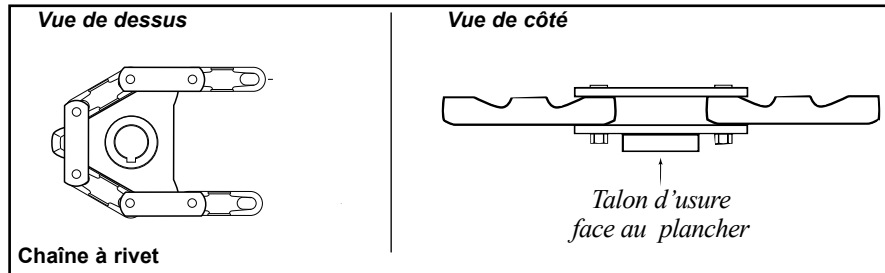

Fig. 1
4. S'assurer que le talon d'usure est installé face au plancher et que les boulons soient bien serrés (chaîne à rivets) – *fig. 1*;